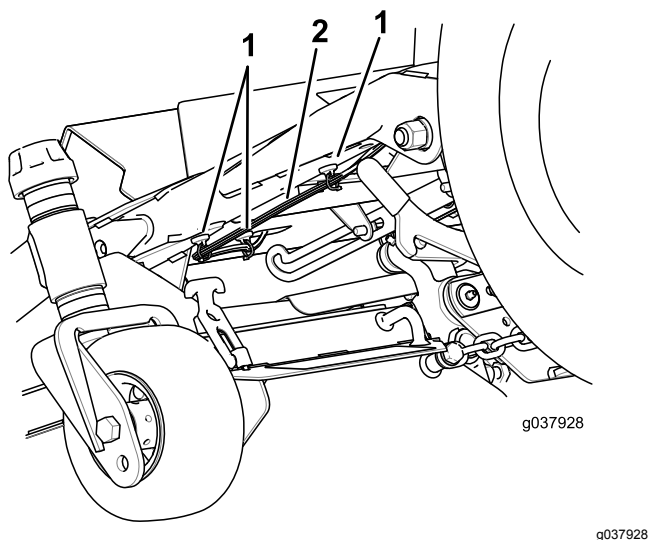

Figura 16
4. Utilice los soportes magnéticos para sujetar el arnés de cables, según se muestra en Figura 16.